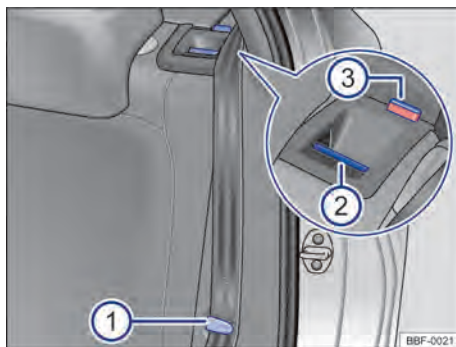

Fig. 68 No encosto do banco traseiro: botão de des-travamento.
- Encaixar os cadarços dos cintos nos respectivos alojamentos no revestimento lateral → Fig. 68 ①
- Puxar o botão de destravamento → Fig. 68 ② para frente e, ao mesmo tempo, rebater o encosto do banco traseiro para frente.
- A respectiva parte de encosto do banco traseiro estará destravada quando a marcação vermelha → Fig. 68 ③ estiver visível.
- A marcação vermelha → Fig. 68 ③ não pode mais estar visível.